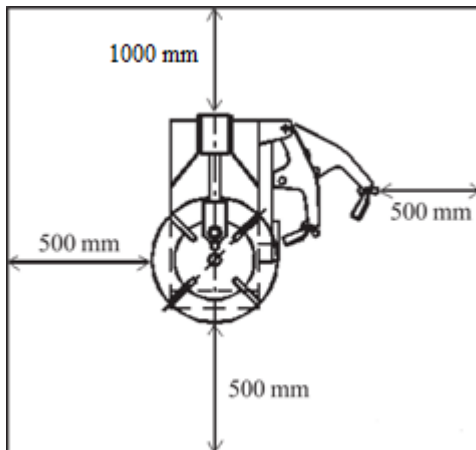

Abb. 2
- Wir bitten Sie bei der Platzierung der Maschine immer einen Mindestabstand von 50 cm zu den, der Maschine, umgebenen Wänden zu beachten. (Abb. 2 en 3). Dieser Abstand gewährleistet ihnen u.a. genügend Freiraum der bewegenden Teile bei Bedienung des Gerätes.